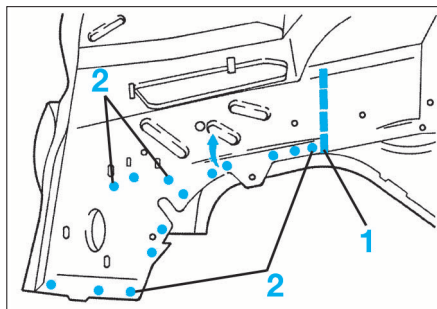

FIG. 13
- Souder par cordons à l'arc sous gaz protecteur (1) (Fig.13).